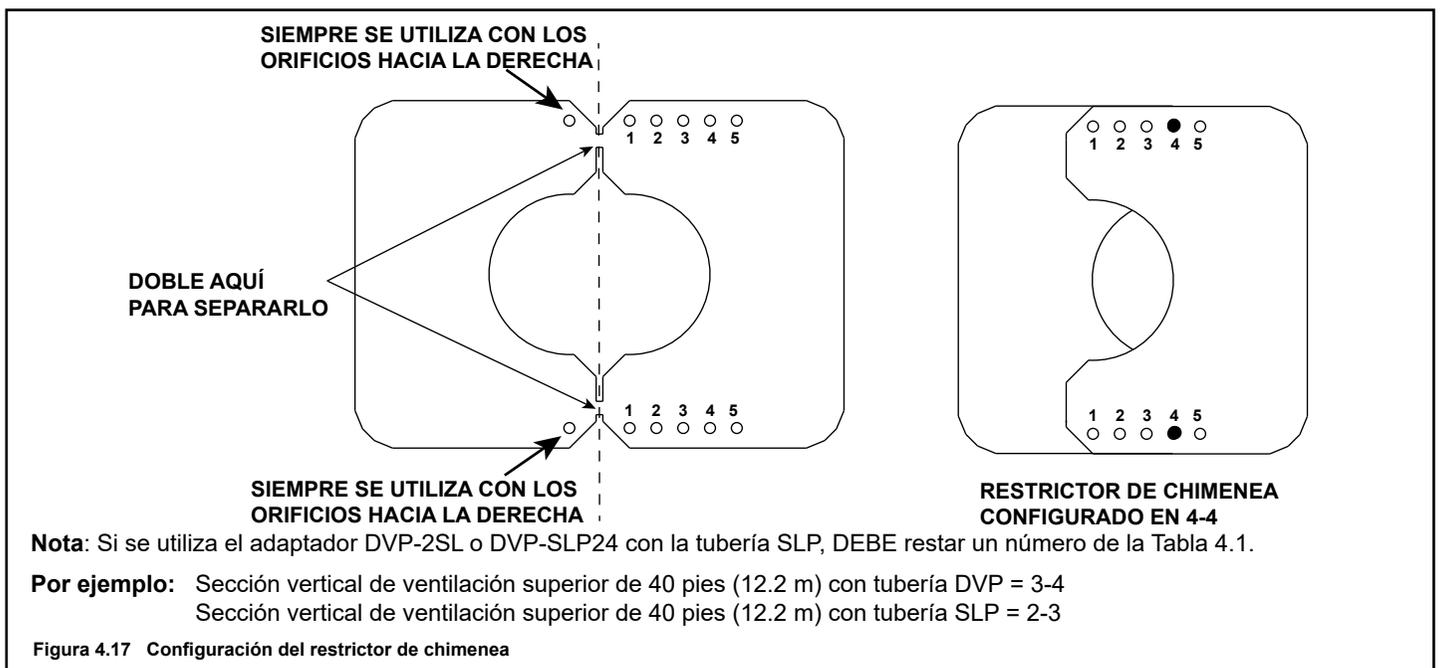

Figura 4.17 Configuración del restrictor de chimenea
2. Posicione y alinee las dos piezas del restrictor de chimenea como se muestra en la Figura 4.17.
3. Consulte la Tabla 4.1 y la Figura 4.17 para hacer coincidir la cantidad de sección vertical que tiene en el sistema y determinar la posición adecuada para ajustar el restrictor de chimenea. En la Tabla 4.1, "NA" significa que no se utiliza un restrictor de chimenea.